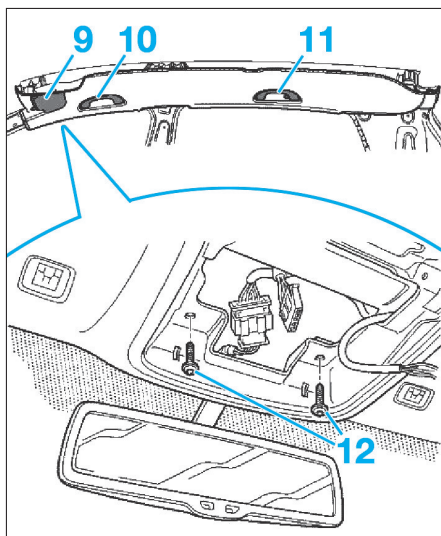

Fig. 52
- les pare-soleil (9) (Fig.52),
- les poignées de maintien (10) et (11),
- les deux vis (12).